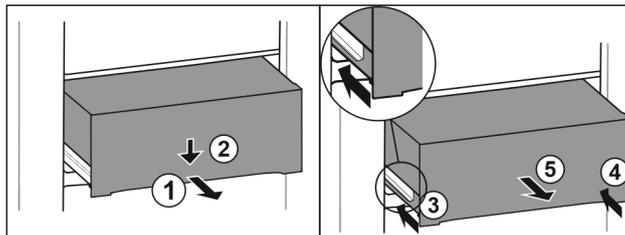

Fig. 103
- ▶ Izvucite ladicu na pola. Fig. 103 (1)
- ▶ Pritisnite ladicu naprijed prema dolje. Fig. 103 (2)
- ▶ Gurnite lijevu vodilicu za oko 2 cm. Fig. 103 (3)
- ▶ Gurnite desnu vodilicu za oko 2 cm. Fig. 103 (4)
- ▶ Izvadite ladicu prema naprijed. Fig. 103 (5)